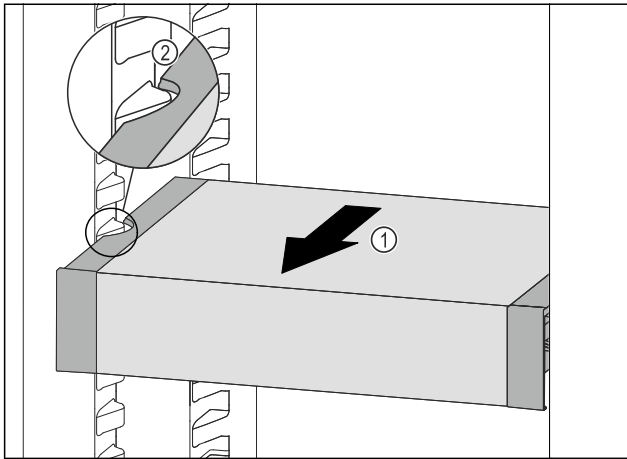

Fig. 63
- Tirer le VarioSafe vers l'avant Fig. 63 (1) jusqu'à ce que les encoches latérales du VarioSafe se trouvent au niveau de la nervure du bac dans la partie réfrigérateur. Fig. 63 (2)